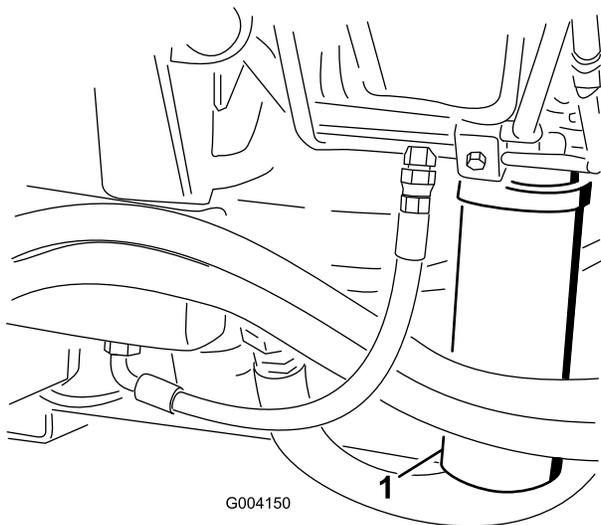

図 75
2. フィルタ取り付け部付近をきれいに拭き、下に容器を置く 図 74 と 図 75。